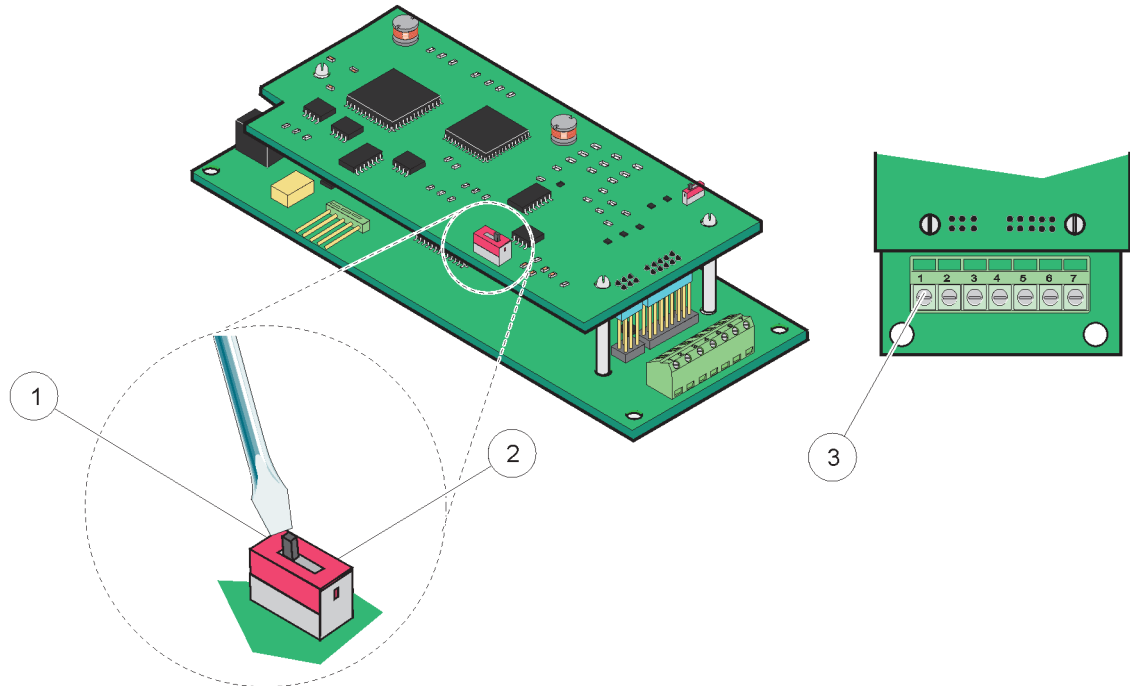
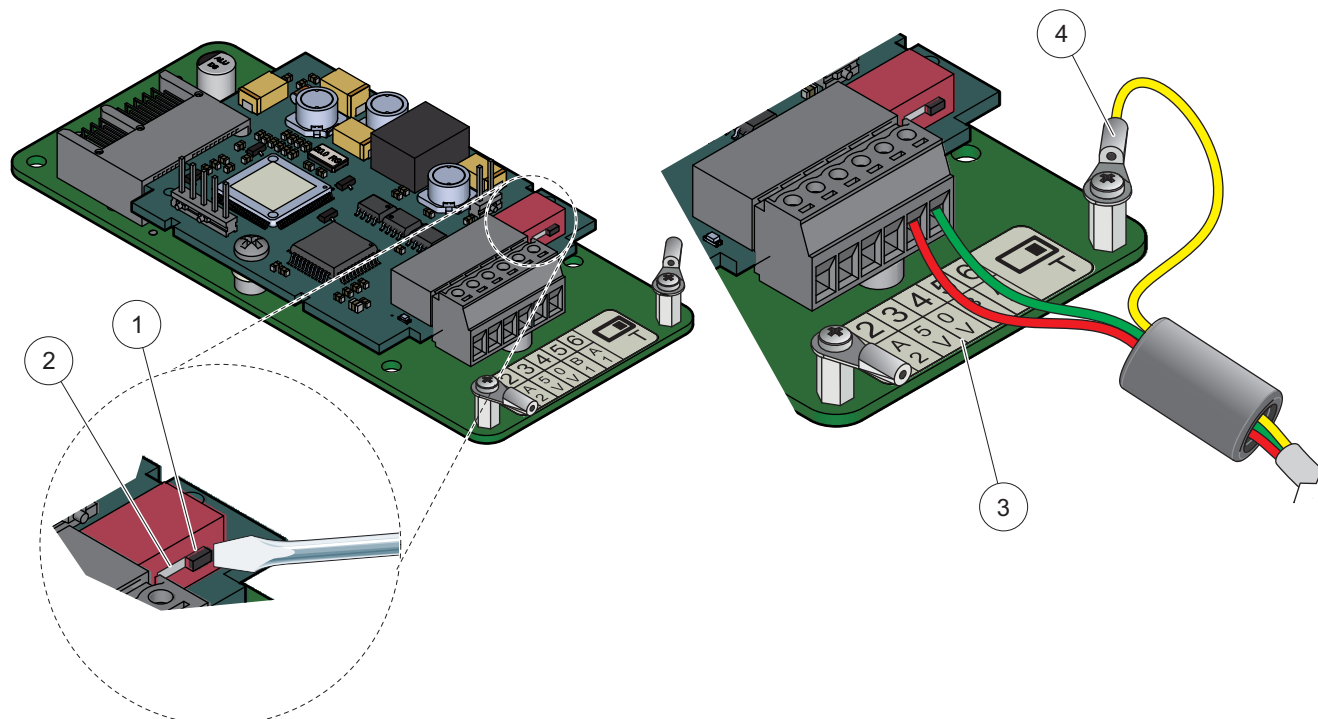

図 25 Profibus DP カード (2013 年 12 月までの YAB020) の接続
図 26 Profibus DP カード (2013 年 12 月以降の YAB103/YAB105) の接続
4. モジュールのベースを通してケーブルを通し、配線を適切に作成して、図 25/ 図 26 および表 8/ 表 9 に従って、配線をターミナルに差し込みます。シールドが基板上のネジ スペースに接続されていることを確認します。